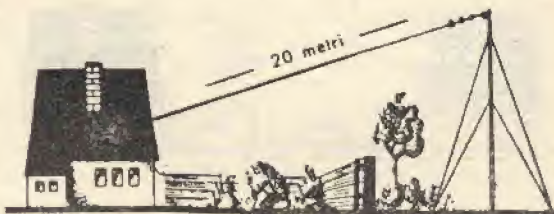

Fig. 7.
1) ANTENNA SEMPLICE (Long-wire). Tal tipo di antenna (fig. 7) è costituita da un conduttore in rame smaltato del diametro da 0,9 a 1 millimetro, la cui lunghezza a partire dal trasmettitore, risulti essere esattamente di 20, 40 o 80 metri. Normalmente, per comodità di piazzamento, vengono messe in opera antenne della lunghezza di 20 o 40 metri massimi.